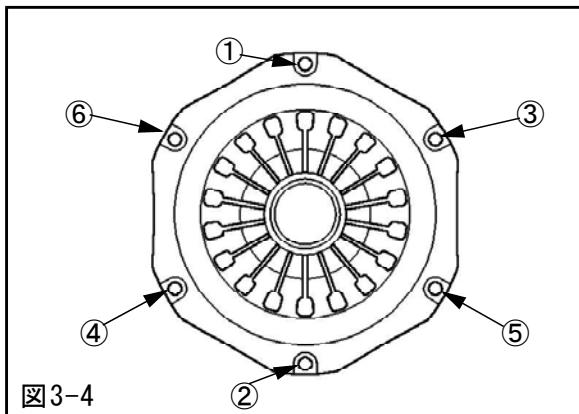

図3-4
(6) 専用工具(クラッチアライニングバー)を使用し、クラッチディスクAssyのセンター出し及びディスク2枚の歯筋合わせを行なってください。クラッチカバー取付け用のボルトを図中の番号順(対角線上)に均等に締込んだ後に、規定トルクで締付けてください。(図3-4)